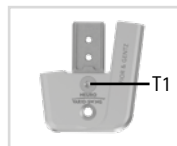

Fig. 10
- 7 Atornille el primer tornillo avellanado (T1; fig. 10).